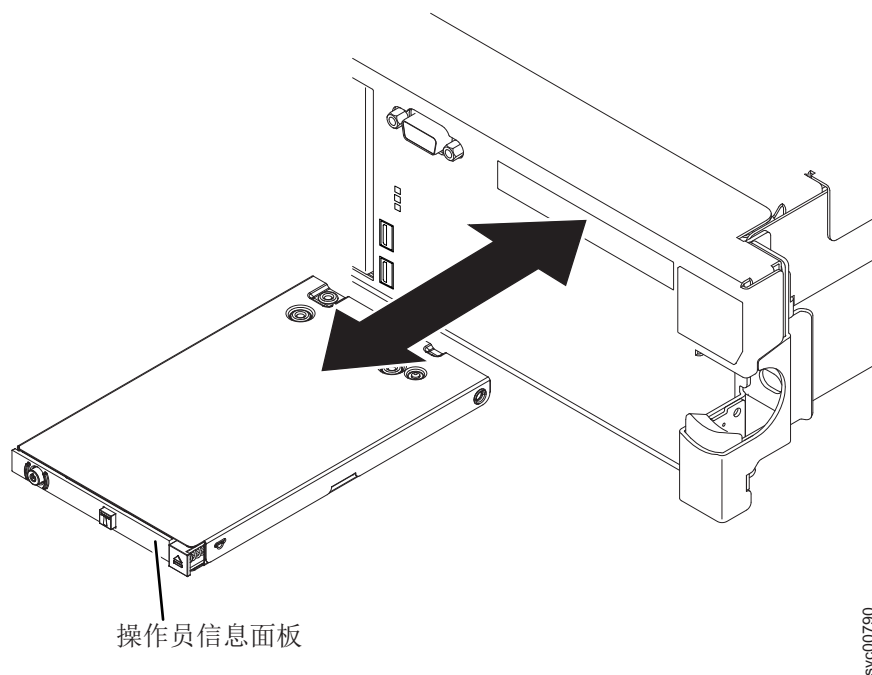

图 162. 卸下 2145-DH8 操作员信息面板组合件
4. 在节点前部，将操作员信息面板组合件滑出节点，如 图 162 中所示。